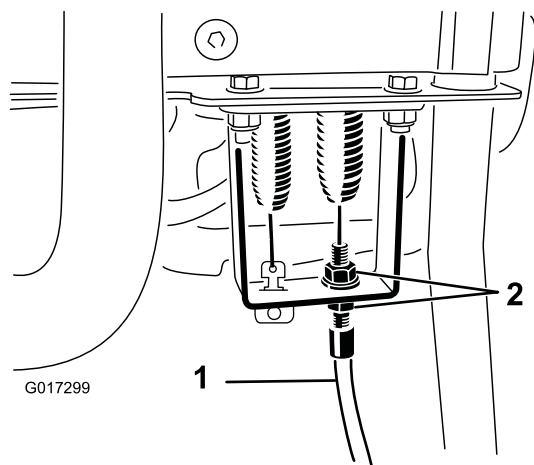

Bild 50
4. Lösen Sie den Spindelbowdenzug am Holmschott, bis das Kabel Spiel hat (Bild 50).